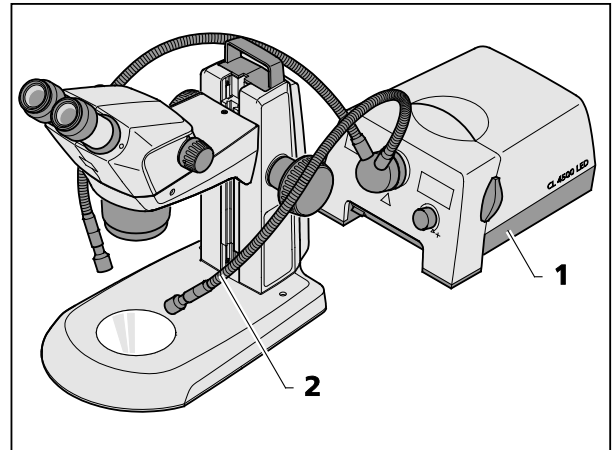

Bild 15 Externe faseroptische Beleuchtung montieren
- Externe faseroptische Beleuchtung (Bild 15/1) einschalten, Beleuchtungsintensität regeln und durch Verbiegen der beiden Schwanenhäule (Bild 15/2) die Beleuchtung so einstellen, dass das Objekt optimal ausgeleuchtet wird.